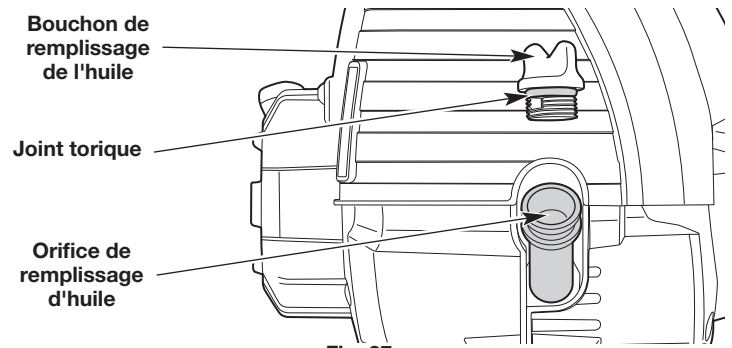

Fig. 27
3. Nettoyez la zone autour du bouchon de remplissage (Fig. 27) pour empêcher des débris d'entrer dans l'orifice de remplissage d'huile.
REMARQUE : Assurez-vous que le joint torique est en place sur le bouchon de remplissage d'huile (Fig. 27).
1. Nettoyez la zone autour du bouchon de remplissage (Fig. 27) pour empêcher des débris d'entrer dans l'orifice de remplissage d'huile.